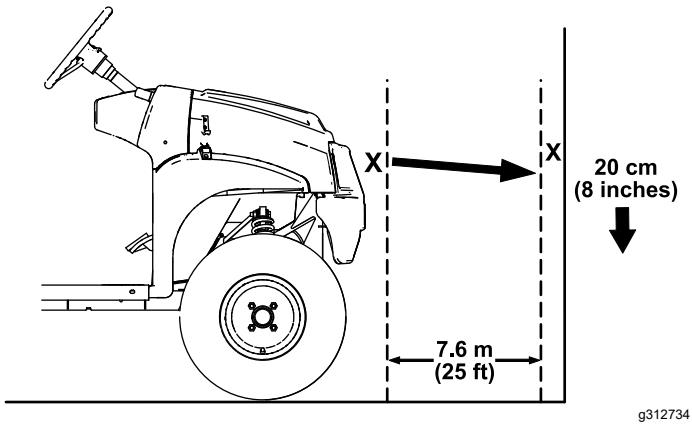

Figura 50
- Parcheggiate la macchina su terreno pianeggiante con i fari a circa 7,6 m di distanza da una parete (Figura 50).
La parte più luminosa del fascio dei fari deve trovarsi 20 cm sotto il segno tracciato sulla parete (Figura 50).